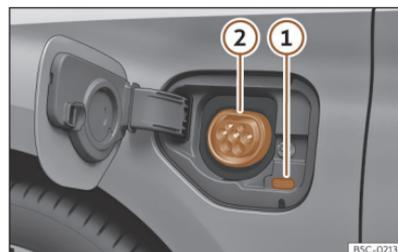

Abb. 56 Hinter der Batterieladeklappe vorn links: Ladedose.
>>> (Abb. 56)
- Drücken Sie bei entriegeltem Fahrzeug auf die Batterieladeklappe, um diese zu öffnen >>> (Abb. 56).